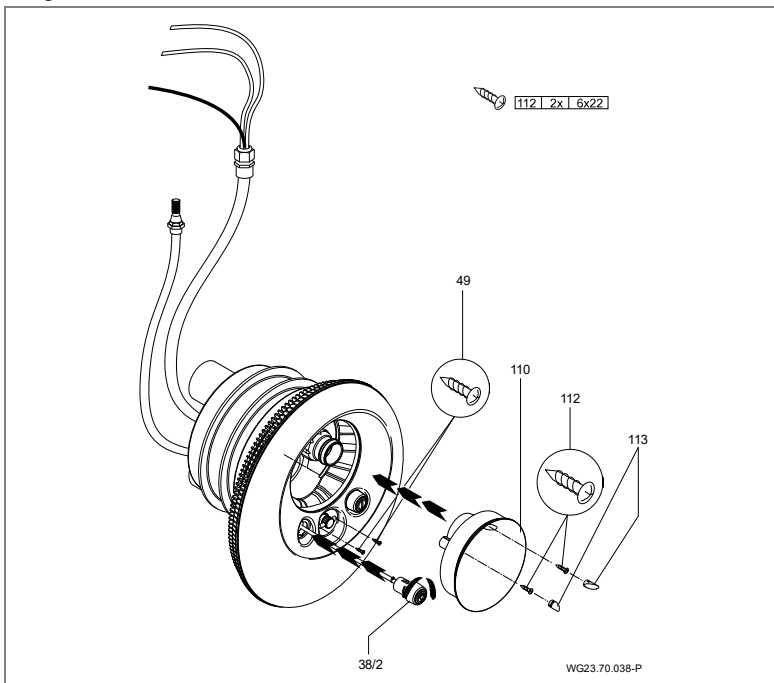

Fig. 19
8. Appliquer le cache en acier inoxydable (93) sur le boîtier d'aspiration (107) puis le fixer à l'aide des deux vis (49) sur le boîtier des buses. Passer les deux boutons pneumatiques à travers l'enjoliveur dans le corps de buse et les verrouiller en les tournant dans le sens des aiguilles d'une montre. (Fig. 19)
9. La fixation du capot de lumière (110) offre une fixation supplémentaire du cache en acier inoxydable (93). Pour ce faire, emboîter le capot de lumière (110) au-dessus de la
buse sphérique (54) dans le boîtier des buses (102.1) puis le fixer à l'aide des deux vis (112). (Fig. 19)